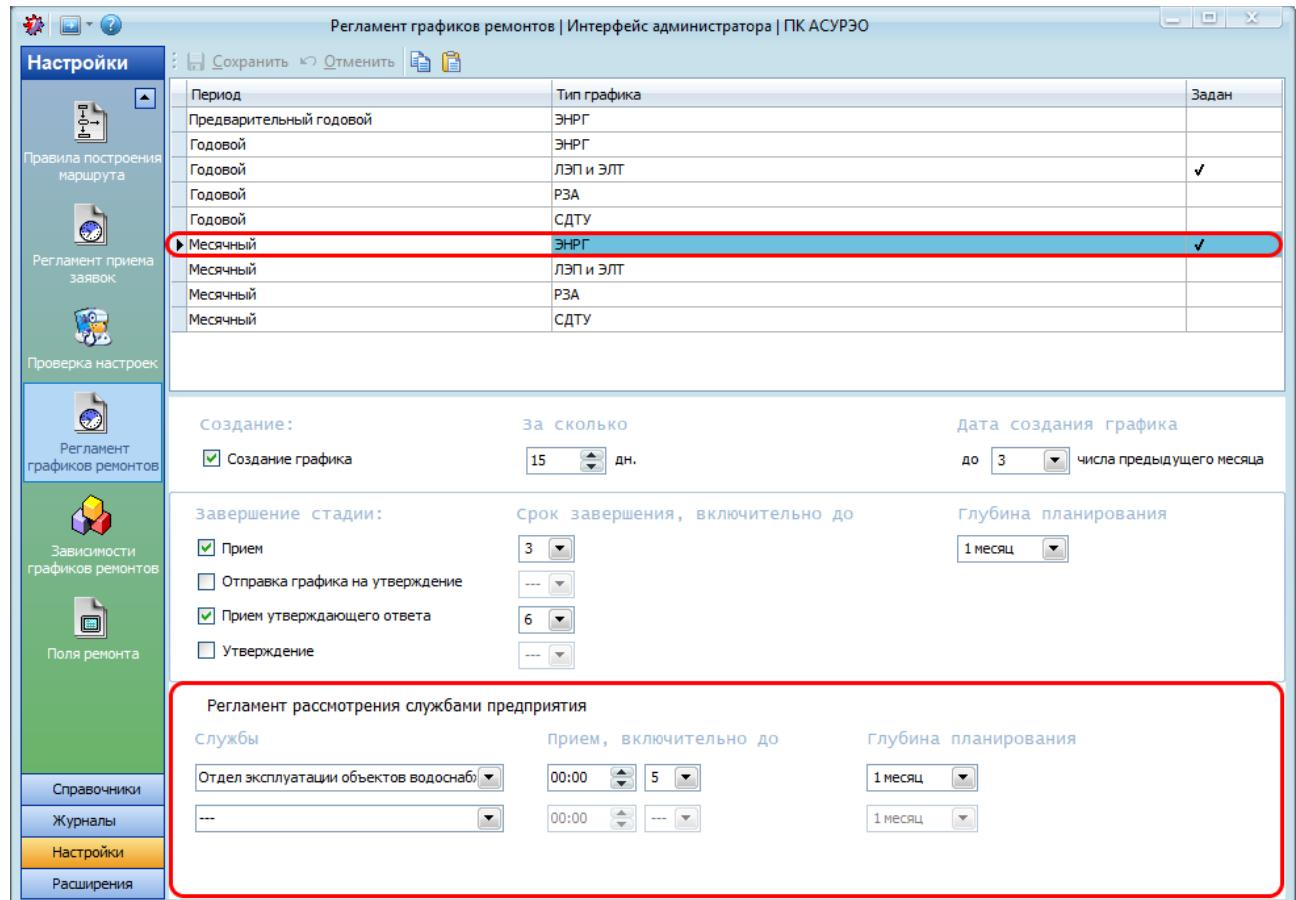

Рисунок 9.12 – Настройка регламента рассмотрения службами предприятия для месячного графика ремонтов
- для месячного графика ремонтов необходимо в раскрывающемся списке «Глубина планирования» выбрать одно из значений: «1 месяц» или «2 месяца». Поле активно, если в раскрывающемся списке «Служба» выбрано значение (Рисунок 9.12).